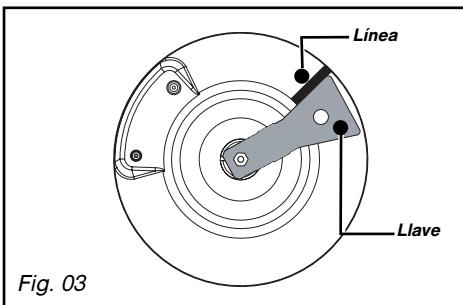

Fig. 03
- Gire la llave en el sentido de las agujas de un reloj hasta que la línea aparezca al otro lado (*Fig. 03*).